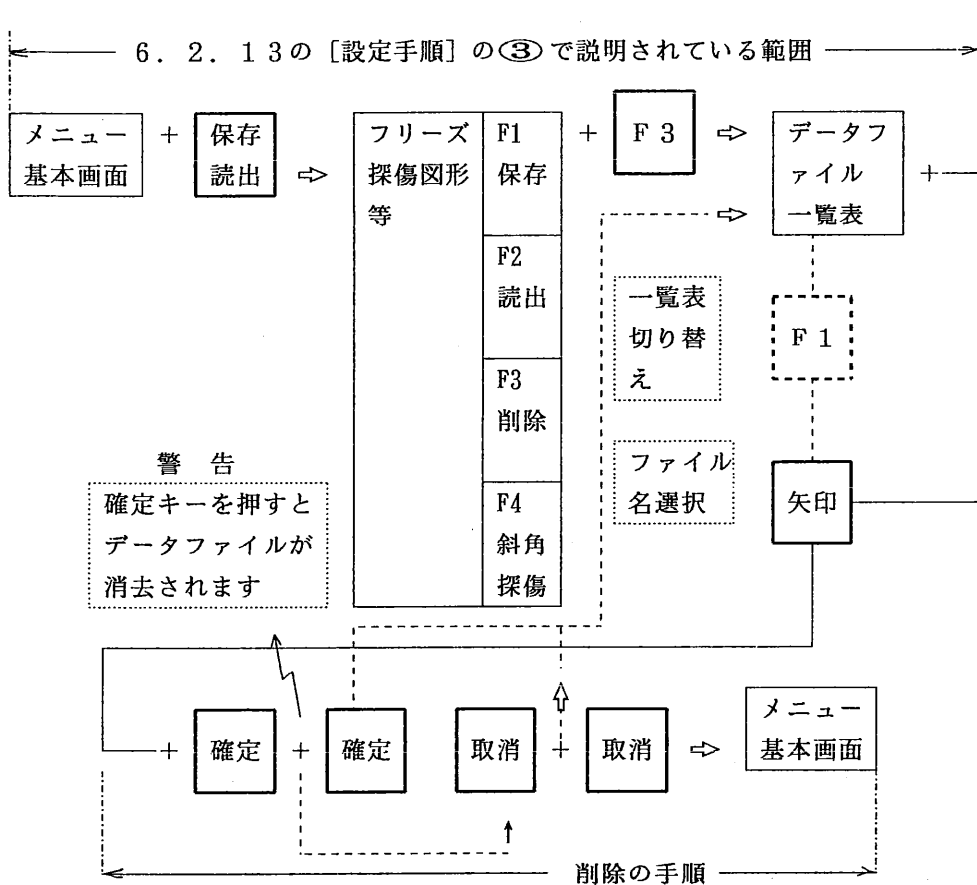

図 6.2.32-10 データ削除の方法
- ① 6. 2. 1 2 の〔設定手順〕の③から説明します。機能キー〔F 3〕を1回押します。削除したいデータファイル名を矢印キーで選択した後、確定キーを1回押します。
- ② 探傷条件表示エリアに、〔確定キーを押すとデータファイルが消去されます。〕という警告が表示されますから、選択しているデータファイル名を確認した後に、確定キーを1回押して下さい。この操作で、指定したデータファイルは削除され、表示器には、データファイル一覧表が表示されます。
- ③ 選択しているデータファイル名が誤っていた場合は、取消キーを1回押します。この操作で、図 6.2.32-10の機能キー〔F 3〕を1回押した後の状態に戻ります。
- ④ 続いて他のデータファイルを削除する時は、①～②の手順を繰り返します。